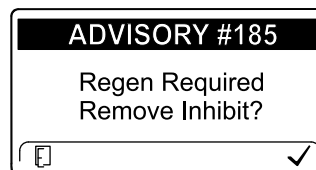

Figure 42
**Remarque:** Si vous programmez l'InfoCenter pour interdire la régénération, l'InfoCenter affiche ADVISORY #185 (avis n° 185) (Figure 42) toutes les 15 minutes tandis que le moteur demande une régénération commandée.